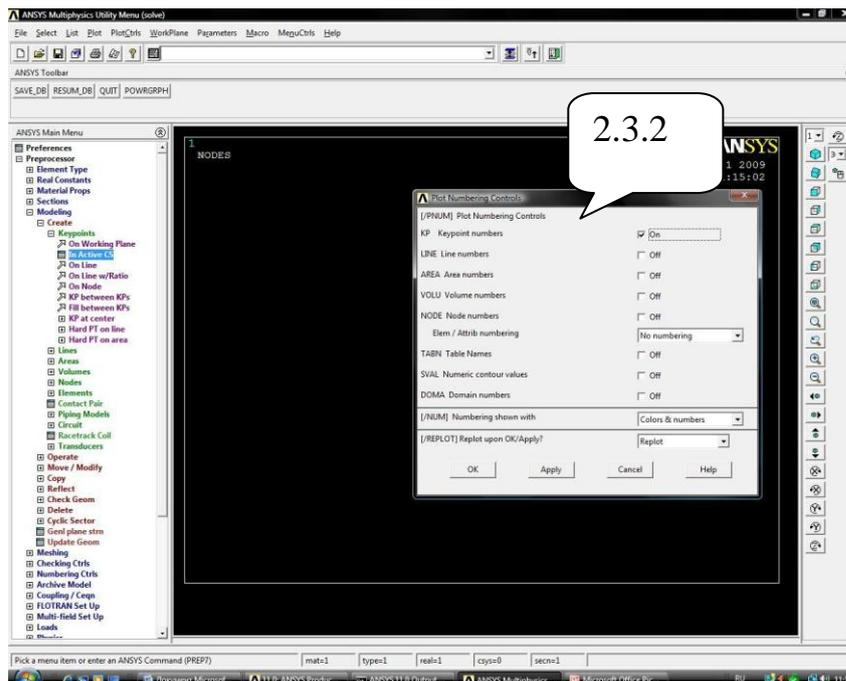

Рисунок 1.4 - Вывод на экран дисплея изображения ключевых точек и их номеров
2.3.3 Поставьте нажатием ЛКМ метки в окнах «Keypoints numbers» и «Line numbers» (рисунок 1.4).